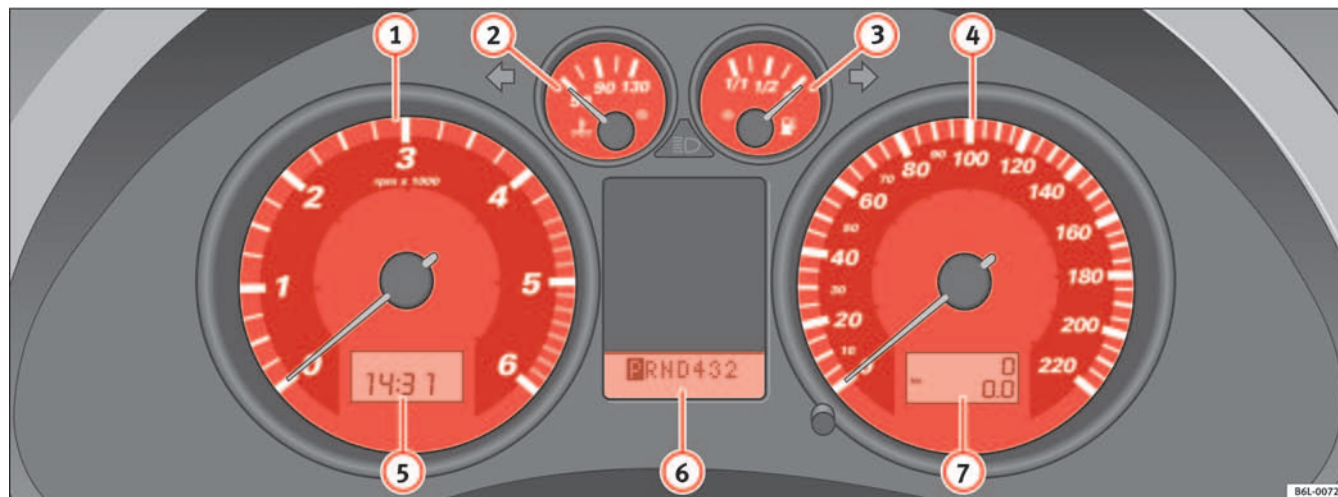

Fig. 32 Détail du tableau de bord : combiné d'instruments
Le début de la zone rouge du compte-tours ⇒ page 58, fig. 32 ④ représente, pour chaque vitesse, le régime maximal autorisé du moteur à sa température normale de fonctionnement. Il est recommandé d'engager la vitesse immédiatement supérieure, d'enclencher le levier sélecteur en position D ou de lever le pied de l'accélérateur avant que l'aiguille n'atteigne cette zone.
- Pour régler les heures, tournez le bouton de réglage ⇒ page 58, fig. 32 ⑤ vers la gauche jusqu'en butée. Tournez brièvement le bouton de réglage vers la gauche pour faire avancer les heures par pas de une heure.